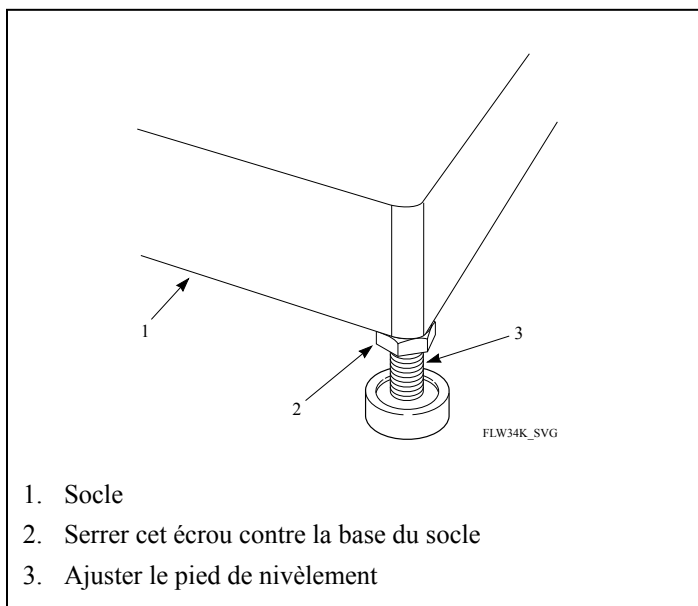

Figure 3
8. Mettre le socle de niveau d'avant en arrière et latéralement en vissant ou en dévissant les pieds de nivellement. Voir la *Figure 3*. Visser le pied en sens horaire pour élever le socle ou en sens antihoraire pour le faire baisser.
9. Une fois que le socle est de niveau, serrer les écrous installés à l'étape 8 contre la base du socle. Voir la *Figure 3*. S'assurer de bien tenir le pied en place alors que l'on serre l'écrou.
6. Mettre le socle de niveau d'avant en arrière et latéralement en vissant ou en dévissant les pieds de nivellement. Voir la *Figure 3*. Visser le pied en sens horaire pour élever le socle ou en sens antihoraire pour le faire baisser.
7. Une fois que le socle est de niveau, serrer les écrous installés à l'étape 6 contre la base du socle. Voir la *Figure 3*. S'assurer de bien tenir le pied en place alors que l'on serre l'écrou.
10. Mettre le socle de niveau d'avant en arrière et latéralement en vissant ou en dévissant les pieds de nivellement. Voir la *Figure 3*. Visser le pied en sens horaire pour élever le socle ou en sens antihoraire pour le faire baisser.
11. Une fois que le socle est de niveau, serrer les écrous installés à l'étape 7 contre la base du socle. Voir la *Figure 3*. S'assurer de bien tenir le pied en place alors que l'on serre l'écrou.